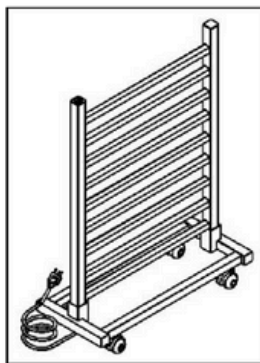

Figura 05
- El accesorio Soporte Móvil únicamente se puede utilizar en los modelos: Esatto, Ondata, Piazza, Quadratto y Requite. En este caso, el consumidor obtendrá dos piezas: el Toallero + el soporte móvil (figura 05). Nota: Todos los modelos cuentan con la opción de instalación en pared (salvo DiBase).
- El cable siempre debe dirigirse hacia abajo, lo que significa que primero debe pasar el cable por el zócalo del Soporte Móvil (figura 05). Una vez que haya pasado el cable, simplemente conéctelo a la fuente de alimentación y disfrute de su comodidad.